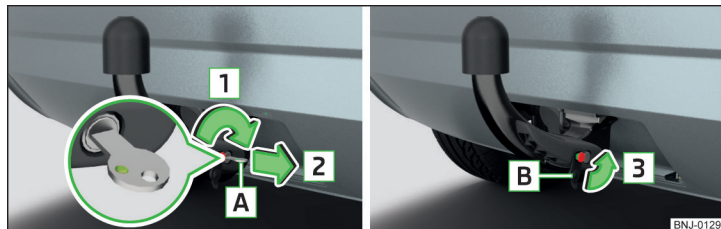

Fig. 156 Bloquear la cerradura y retirar la llave/ Introducir la tapa en la cerradura
- Gire la llave [A] en el sentido de la flecha [1] de manera que la marca verde muestra hacia arriba » fig. 156.